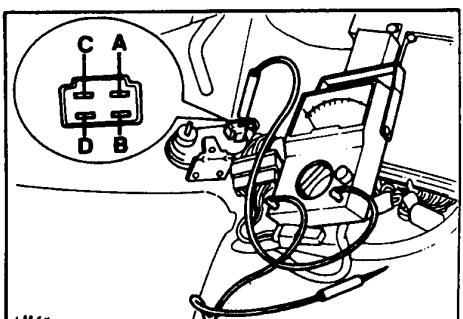

Рис. 22 Проверка барометрического датчика
- Не отсоединяя разъема датчика включите зажигание и измерьте напряжение на клемме разъема D (рис. 22).